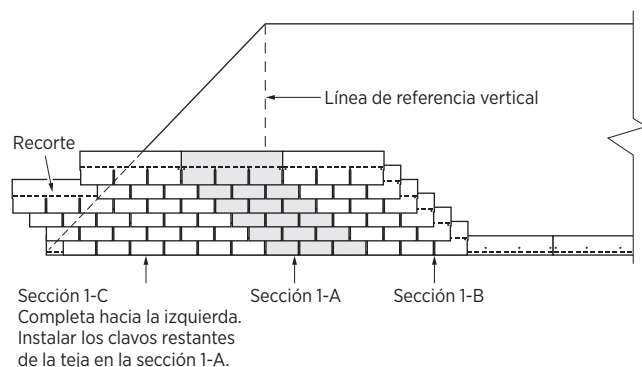

Figura 9-4: Complete el área a la izquierda de la línea de referencia vertical.
3. Antes de continuar con la sección del techo, aplique una teja inmediatamente a la derecha de cada teja de la primera sección completa (consulte la Figura 9-4, sección 1B).
3. Antes de comenzar cada sección diagonal, aplique una teja inmediatamente a la derecha de cada teja de todas las hileras que ya se instalaron en el techo (como se muestra en la Figura 9-4, sección 1B).